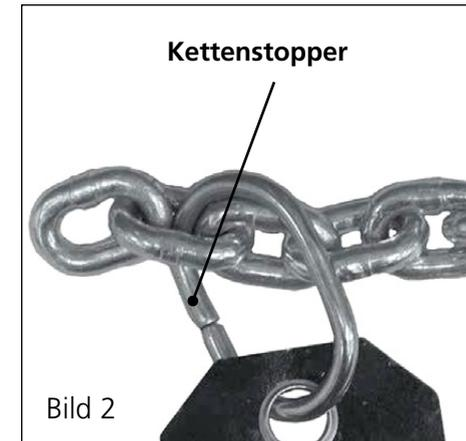

Bild 2
1. Am vorletzten Glied am losen Ende der Kette muss ein Kettenstopper angebracht werden. Siehe Bild 2.